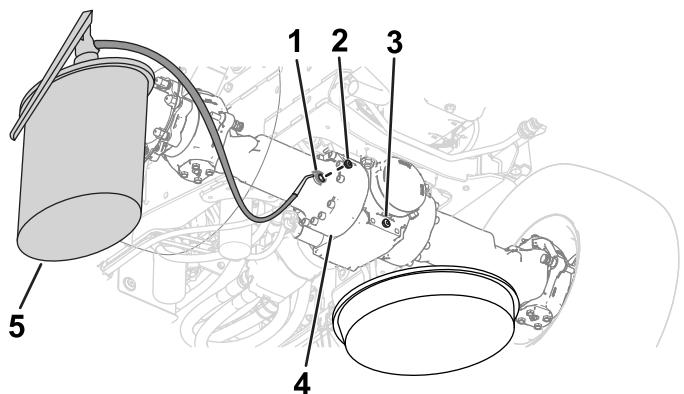
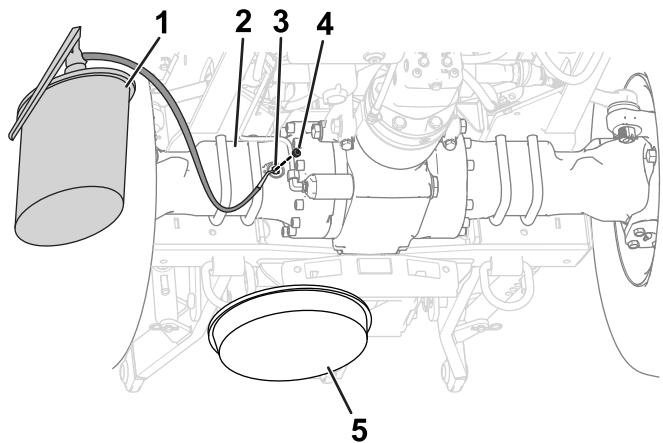

Рисунок 99
Рисунок 100
5. Установите пробки сливных отверстий в сливные отверстия картеров дифференциалов (Рисунок 99 и Рисунок 100).
6. Залейте масло указанного типа в мосты через смотровые отверстия до уровня резьбы в нижней части отверстия (Рисунок 99 и Рисунок 100).
- Заверните пробки заливных отверстий в смотровые отверстия картеров дифференциалов мостов (Рисунок 99 и Рисунок 100).